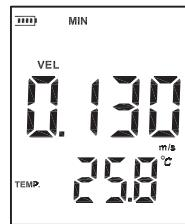

图8
- (2) 测风速最小值时，LCD屏幕上上方显示“MIN”字样，如图8：